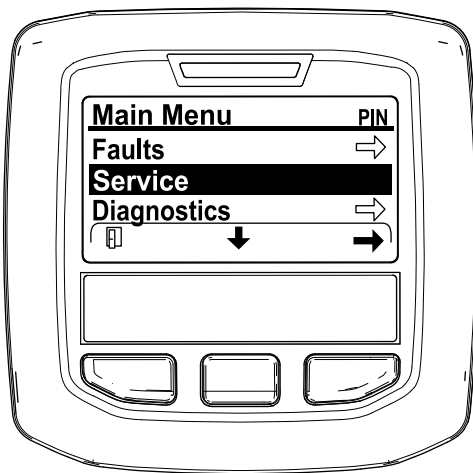

Figura 49
2. Navigate al MENU PRINCIPALE, premete il pulsante centrale per scorrere fino all'opzione MENU MANUTENZIONE, poi premete il pulsante destro per selezionare l'opzione MANUTENZIONE (Figura 49).